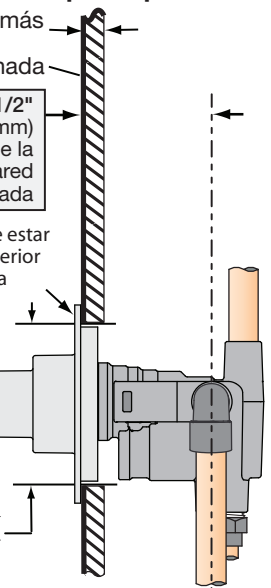

Figura 2 Válvula de montaje
- Considere si debe usar la placa de montaje al revisar la siguiente figura 2.
- Refiérase a la figura 2 para determinar si se requiere la capa.
Instale a través del hoyo cortado en la pared como se especifica en la figura 2 debajo de la ilustración de la dimensión en la página 4.
*** Notas:** (también refiérase a página 2, figura 2 para ver detalles)
- (1) Paredes para utilizar la placa de montaje T-177 (MP)
- (2) Paredes de yeso u otro tipo de paredes de 1/2" o más
- (3) Dimensiones sujetas a cambios sin previo aviso